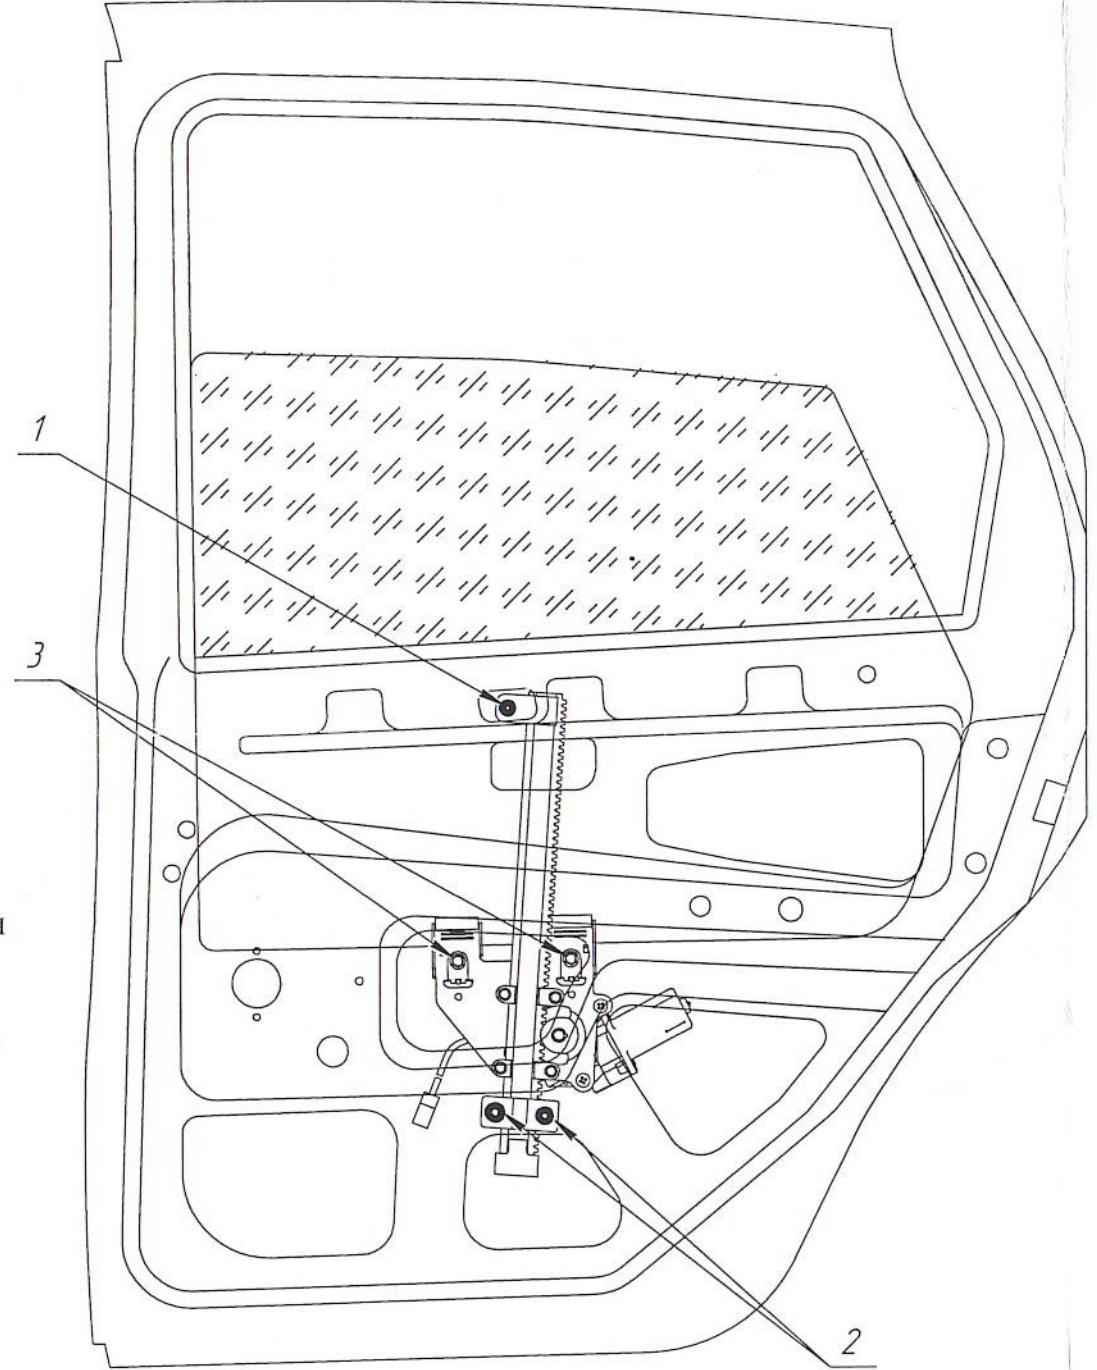

Рис. 3
6.6.3 Ввести ЭСП в полость двери, совместить болты крепления направляющей ЭСП с соответствующими отверстиями внутренней панели двери и гайками M6 с гроверными шайбами окончательно закрепить направляющую (см. п.1 и 2 рис. 3).
6.6.4 Опустив стекло совместить его с зажимами, прижать стекло к вертикальному уплотнителю оконного проёма и окончательно закрепить винтами (см. п. 3 рис. 3).